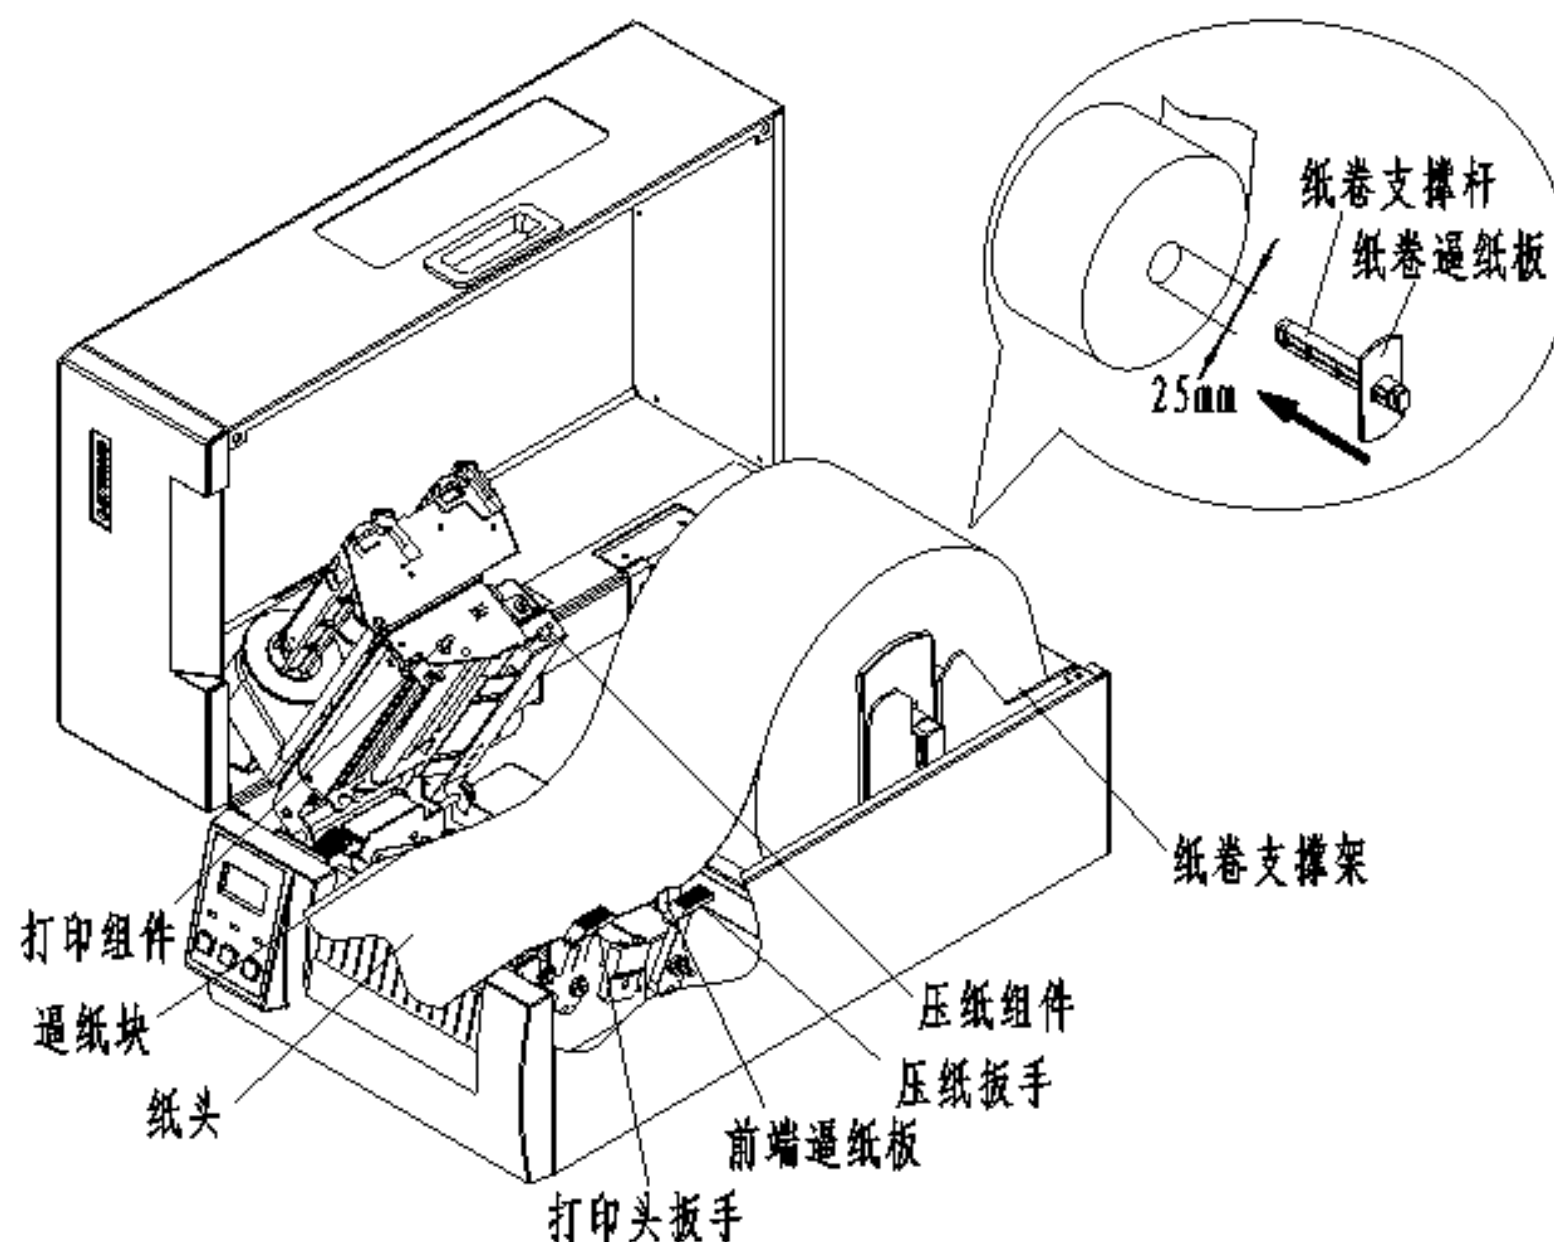

图 5.5-1
- 2) 将纸卷穿入纸卷支撑杆后，再穿入纸卷支撑板，此时，纸卷逼纸板不需要逼紧纸卷（见图5.5-1）；